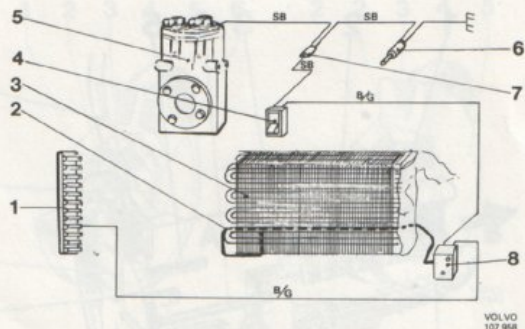

Bild 10. Kopplingsschema för sen.utf. av anläggning
Det senare utförandet (bild 10) finns i vagnar med kombinationsanläggning (från och med 1973 års modell). Termostaten (8) är där placerad vid förångaren med känslkroppen instucken mellan flänsarna. Denna typ av termostat går ej att reglera utan är inställd så att den bryter strömmen till kompressor-kopplingen när förångartemperaturen sjunkit till ca $+3^{\circ}\text{C}$. När förångarens temperatur stiger igen, sluts strömkretsen och kompressorn börjar återigen arbeta.